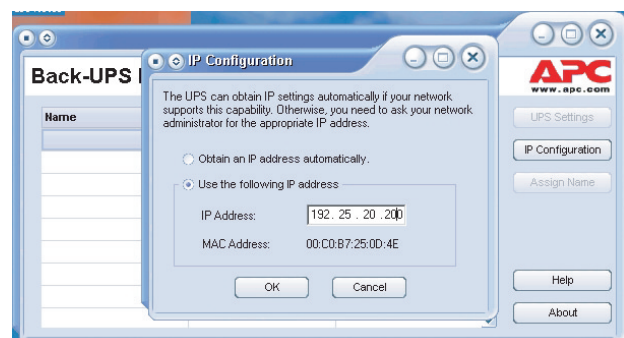
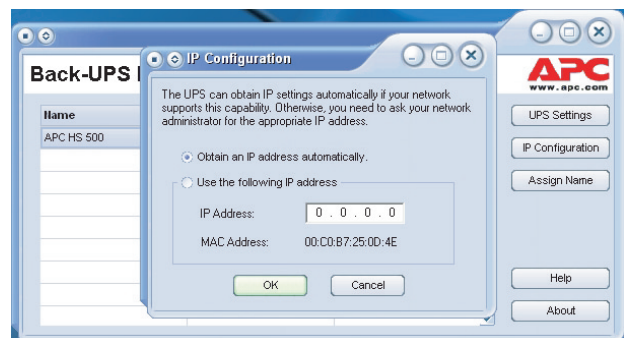

Рисунок 9. Окно присвоения IP-адреса
Рисунок 10. Незаполненное окно присвоения IP-адреса
9. Если функция DHCP в сети не предусмотрена, или если Вы хотите присвоить устройству Back-UPS легко запоминающийся IP-адрес, то это можно сделать вручную, нажав кнопку **IP Configuration (Настройка IP)**. Присваиваемый Вами адрес должен соответствовать формату, приведенному на Рис. 9, и не может дублировать уже существующий. На Рис. 10 представлено окно настройки IP-адреса с введенными в соответствующее поле цифрами 0.